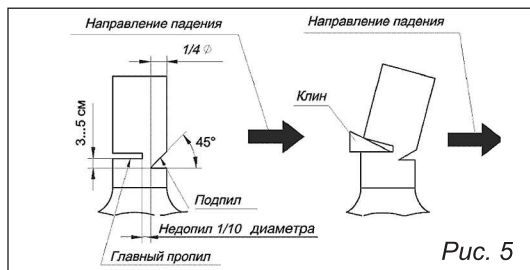

Рис. 5
Валка деревьев опасна и требует специальных навыков. Если Вы являетесь новичком и не имеете достаточно опыта, не пытайтесь научиться сами, обратитесь за помощью к профессионалу, чтобы он обучил Вас (*рис. 5*).
- Начните делать подпил выше главного горизонтального пропила. Сделайте пропил примерно на одну четверть диаметра дерева. Затем закончите делать подпил снизу (рис. 5). После того как подпил закончен, удалите вырезанную часть дерева.